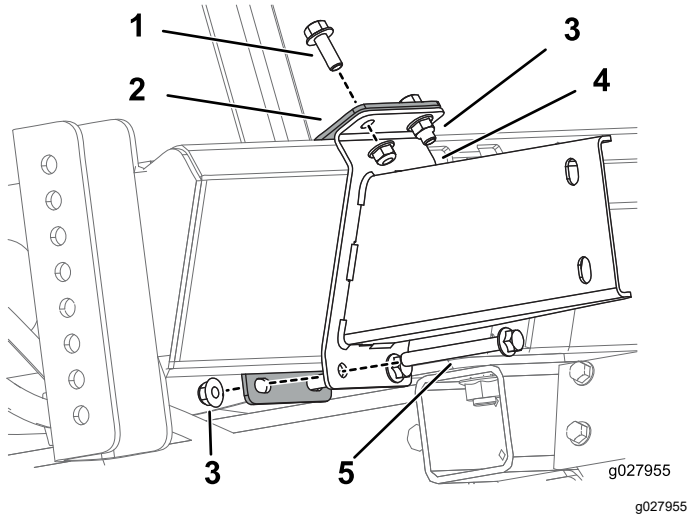

图 11
- 使用 2 个 ¾ 英寸 - 16 英寸螺栓、2 个 ¾ 英寸 - 16 x 3½ 英寸螺栓和 4 个 ¾ 英寸 - 16 英寸凸缘螺母将下支架和下支架托架安装在一起如 图 11 中所示。